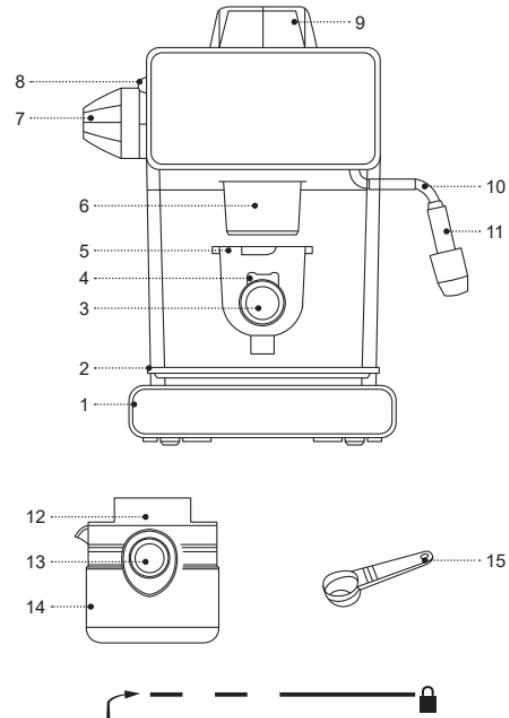

Рис. 1
- Промойте тёплой водой с нейтральным моющим средством все съёмные детали: крышку колбы (12), колбу для кофе (14), держатель фильтра (5), фильтр (6), решётку (2), поддон (1), ополосните их и просушите.
- Установите поддон (1) и решётку (2) на место.
- Убедитесь, что вилка шнура питания не вставлена в электрическую розетку, а переключатель режимов работы (7) установлен в положение «**off**».
- Снимите крышку резервуара для воды (9), поворачивая её против часовой стрелки, используя колбу (14), налейте воду в резервуар. Не превышайте максимальную вместимость резервуара для воды.
- Установите крышку (9) на место, и закрутите её по резьбе, поворачивая по часовой стрелке.
- Поместите фильтр (6) в держатель (5), не засыпайте молотый кофе в фильтр (6).
- Установите держатель фильтра (5) в положение «», выступы держателя фильтра (5) должны совпасть с пазами на бойлере, поверните держатель фильтра (5) против часовой стрелки в положение «» (рис. 1).
- Поставьте колбу (14) на решётку (2).
- Поверните ручку переключателя режимов работы (7) в положение «», при этом загорится световой индикатор (8), включится нагревательный элемент, и пар под давлением будет выходить в колбу (14).
- После выхода воды поверните ручку переключателя режимов работы (7) в положение «**off**», индикатор (8) погаснет.
- Вылейте воду из колбы (14).
- Для промывки трубки капучинатора (10), снимите крышку резервуара для воды (9), повернув ее против часовой стрелки, используя колбу (14), налейте небольшое количество воды в резервуар, установите крышку (9) на место и закрутите её по резьбе, поворачивая ее по часовой стрелке до фиксации.
- Установите держатель фильтра (5) в положение «», поверните держатель фильтра (5) против часовой стрелки в положение «» (рис. 1).
- Поставьте колбу (14) под насадку (11), трубки капучинатора (10).
- После выхода пара, для выключения кофеварки, поверните ручку переключателя режимов работы (7) в положение «**off**», индикатор (8) погаснет.
- Поверните ручку переключателя режимов работы (7) в положение «», при этом загорится световой индикатор (8), включится нагревательный элемент, и готовый кофе будет вытекать в колбу (14).
- После приготовления кофе для выключения кофеварки поверните ручку переключателя режимов работы (7) в положение «**off**», индикатор (8) погаснет.
- Снимите держатель фильтра (5), повернув его по часовой стрелке, промойте фильтр (6), для предотвращения выпадения фильтра (6), используйте удерживатель (4).
- Следите за наполнением поддона (1), при наполнении поддона (1), снимите решётку (2), снимите поддон (1), слейте из поддона (1) жидкость, промойте поддон (1) и решётку (2), просушите и установите поддон (1) и решётку (2) на место.